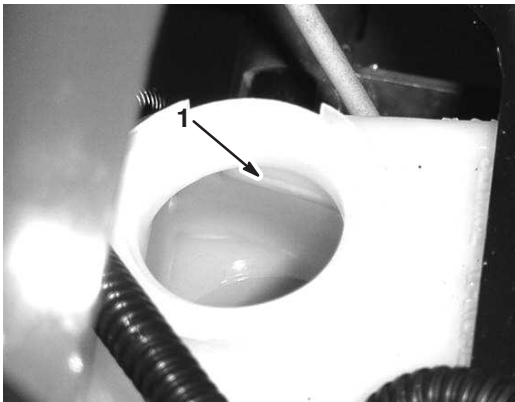

Bild 9
2. Der Flüssigkeitsstand sollte an die Vollmarke am Behälter reichen (Bild 9).